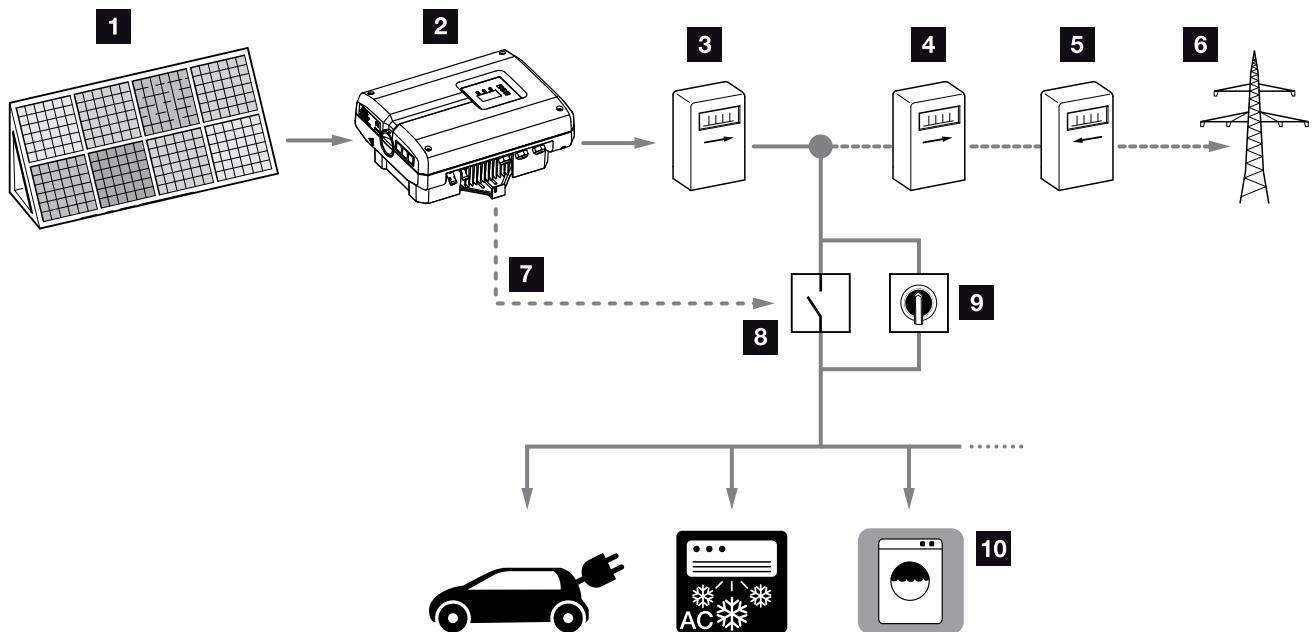

Fig. 59: Konfiguration egetforbrug
3. Installer og tilslut de andre komponenter for egetforbruget. **Fig. 59**